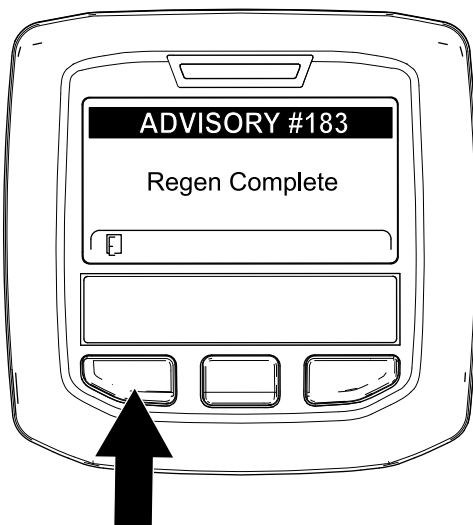

Bild 71
9. Wenn der Motorcomputer eine geparkte Regenerierung oder eine Wiederherstellung-Regenerierung abschließt, wird im InfoCenter ADVISORY #183 (Bild 71) angezeigt. Drücken Sie die linke Taste, um den Homebildschirm anzuzeigen.
Hinweis: Wenn die Regenerierung nicht abgeschlossen wird, wird im InfoCenter „Advisory #184“ (Bild 71) angezeigt. Drücken Sie die linke Taste, um den Homebildschirm anzuzeigen.